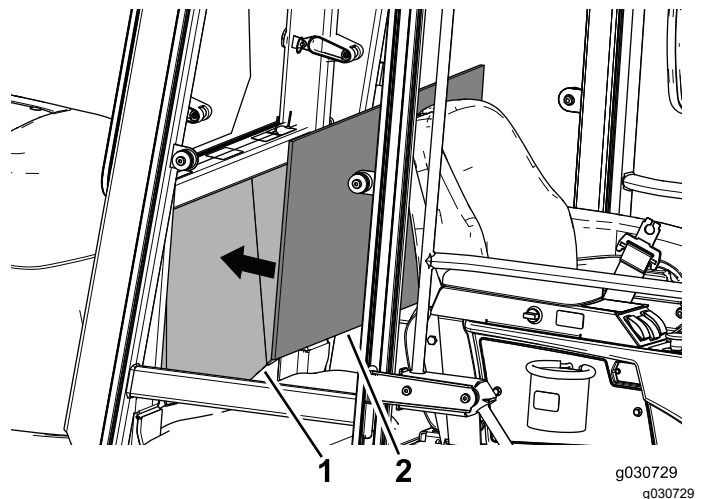

Figura 32
2. Allineate il pannello della tappezzeria con la parte centrale del pannello posteriore all'interno della cabina per verificare inserimento e posizione (Figura 32).